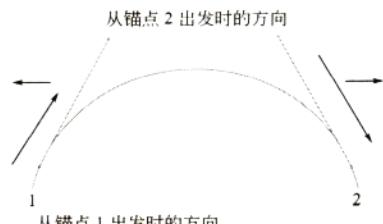

图 1-5
- ① 从开始绘制时并没有一直按住鼠标，而是通过用各个点来生成直线。
- ② 各个点之间的位置直接控制了线段间的距离和方向。这些点称为“锚点”；锚点间的线段称为“曲线段”。
**5** 点击工具箱中“转换点工具”，如图 1-5 所示，在起点按下鼠标不要松手，向上拖动出一条方向控制杆后放手，此时曲线段随着变成了弧线。